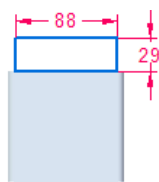

图 8.13.85 截面草图
② 绘制图 8.13.85 所示的截面草图。
③ 单击“主页”操控板中的“关闭草图”按钮, 退出草图绘制环境。
(3) 单击命令条中的按钮, 完成特征的创建。